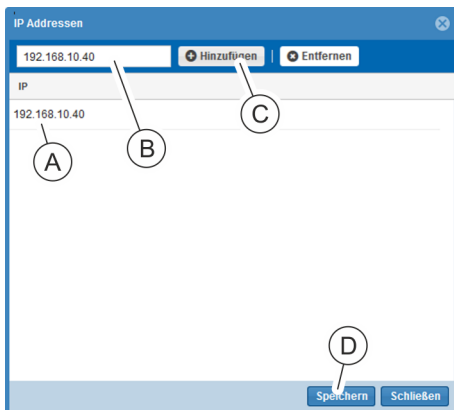

Fig. 48: Fenêtre « Adresses IP »
⇒ La fenêtre « Adresses IP » s'ouvre (Voir la Fig. 48).
- 18. Saisir une adresse IP (Voir la Fig. 48/A) dans le champ de saisie et ajouter la liste (Voir la Fig. 48/B) en appuyant sur le bouton « Ajouter » (Voir la Fig. 48/C).
- 19. Une fois la saisie terminée, fermer la fenêtre en appuyant sur le bouton « Enregistrer » (Voir la Fig. 48/D).